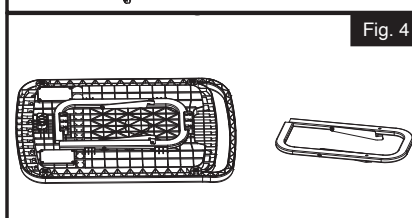

Fig. 4
6. Retire el marco de la bandeja para herramientas de la parte inferior de la bandeja para herramientas girando el retenedor hacia la posición "ON" y deslizando el marco de la bandeja para herramientas. (Fig. 4)